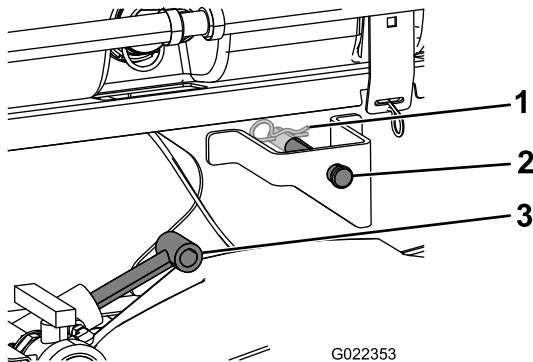

Figure 9
3. Déployez les vérins de levage vers les supports sur le patin de la cuve et alignez les raccords des vérins sur les trous des supports du patin (Figure 9).